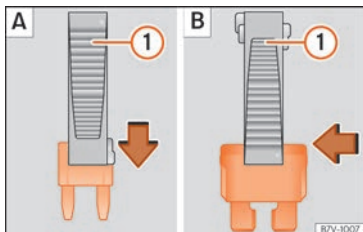

Fig. 64 Estrazione o posizionamento di un fusibile.
- *Fusibili piccoli:* inserire la pinza dall'alto » **fig. 64 A.**
- *Fusibili grandi:* spostare la pinza lateralmente sul fusibile » **fig. 64 B.**